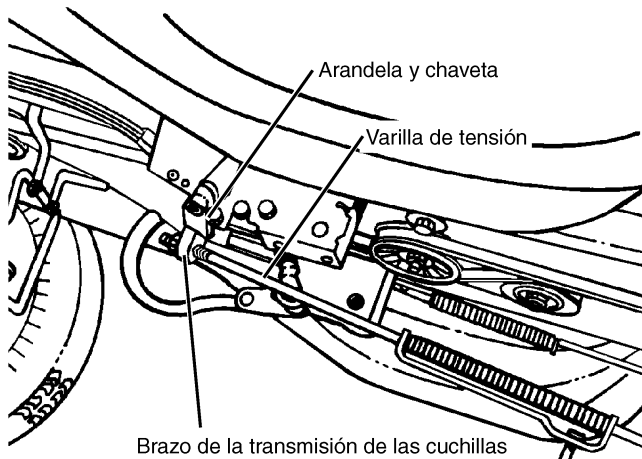
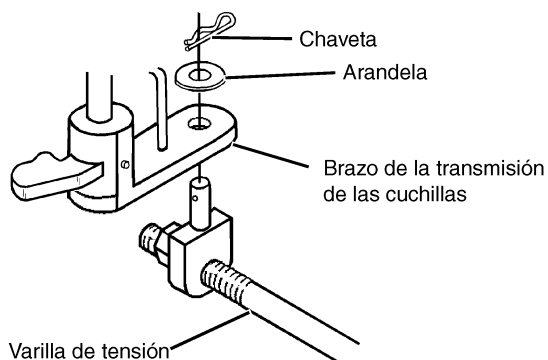

FIGURA 33
FIGURA 34
- Retire el pasador de traba con resorte y la arandela que sujetan la varilla de tensión al brazo de transmisión de las cuchillas (Vea la FIGURA 33 y la FIGURA 34).
- Conecte las varillas de soporte al frente de la plataforma, con arandelas y pasadores de resorte (Vea la FIGURA 33).
- Conecte la varilla de tensión al brazo de la transmisión de las cuchillas, con una arandela y un pasador de resorte (Vea la FIGURA 33 y la FIGURA 34).